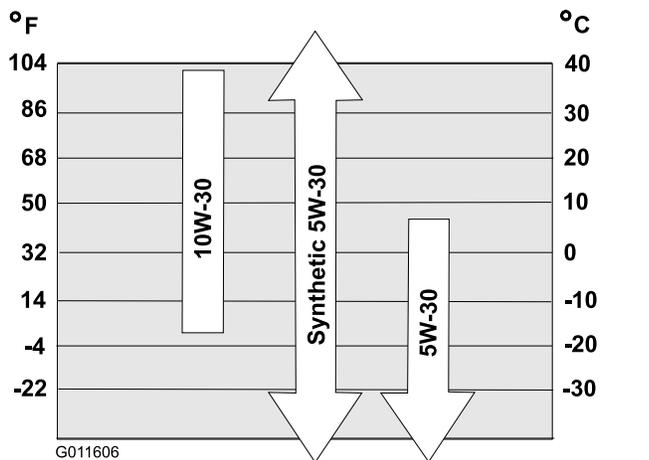

**Figure 31**
2. Nettoyez la surface autour du bouchon de vidange d'huile (Figure 31).